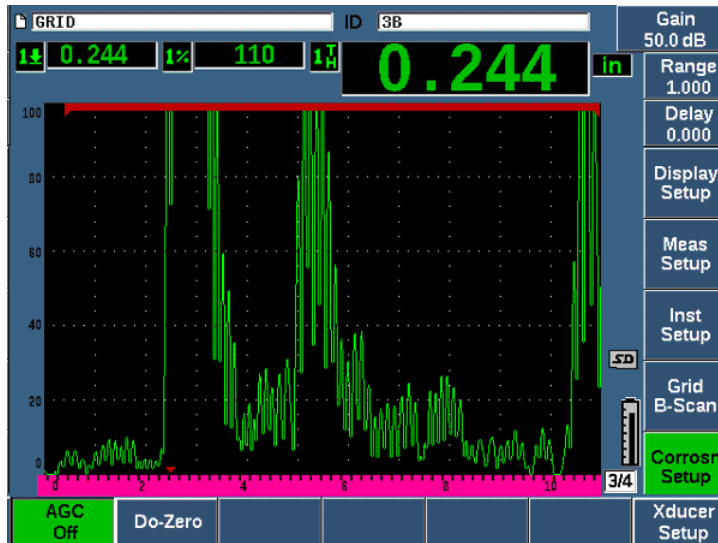

Figura 11-40 AGC del modulo per la corrosione disattivato
2. Usare la manopola o le frecce per definire **AGC** come **Off** (vedere Figura 11-40 a pagina 319).
3. Premere il tasto dB e premere un tasto del parametro (P1–P7) per definire un intervallo del guadagno, e in seguito usare la manopola o le frecce per regolare il valore del guadagno (vedere Figura 11-40 a pagina 319).